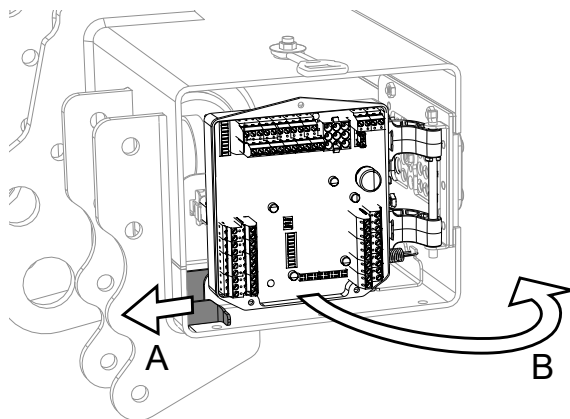
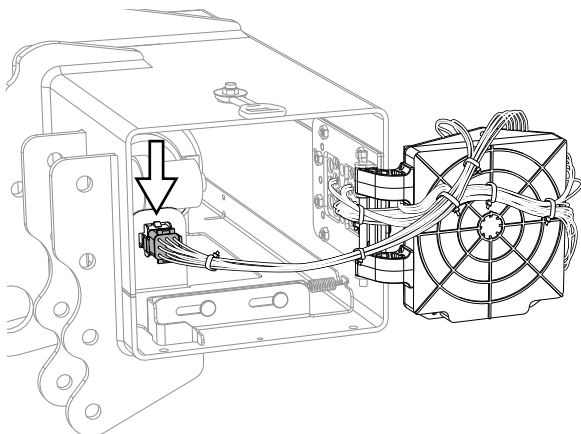

Bild 20. Frigöringsreglage
Bild 21. Anslutningskontakt
3. Vik ut styrkortet/reläkortet (B) och lossa kablaget vid kontakten på hydraulaggregatet, se Bild 20 och Bild 21.